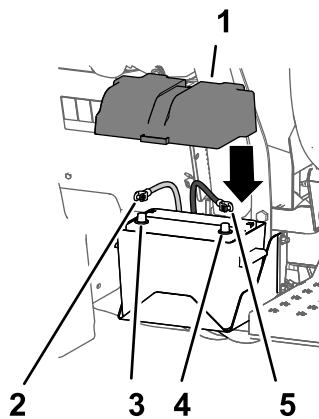

Рисунок 38
2. Подсоедините отрицательный кабель к отрицательному штырю аккумуляторной батареи (Рисунок 38).
3. Совместите крышку аккумуляторной батареи с коробкой аккумуляторной батареи и закрепите ее хомутом (Рисунок 38).
1. Подсоедините положительный кабель к положительному штырю аккумуляторной батареи (Рисунок 38).